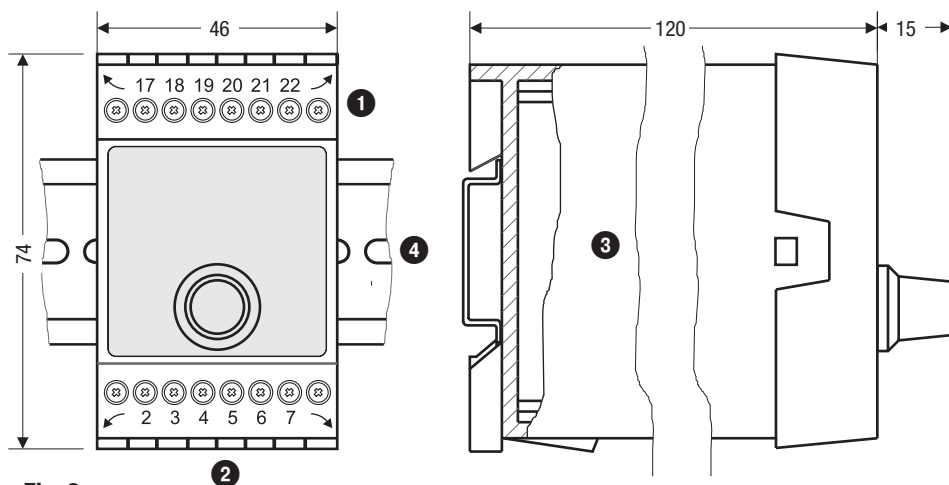

Fig. 3
El regulador de nivel NRR 2-50, NRR 2-51 se encastra en el armario de distribución sobre un riel de soporte Tipo TH 35, EN 60715. **Fig. 3 ❹**